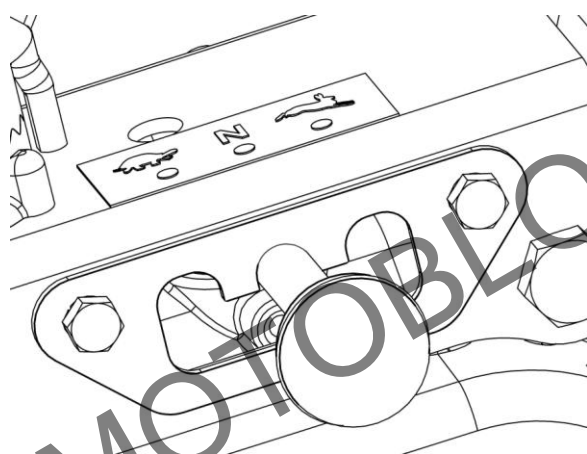

Рис.6. Рычаг удвоителя.
**Рычаг удвоителя** – расположен на редукторе, предназначен для увеличения диапазона скоростей. Удвоитель имеет 3 положения (рис.6):